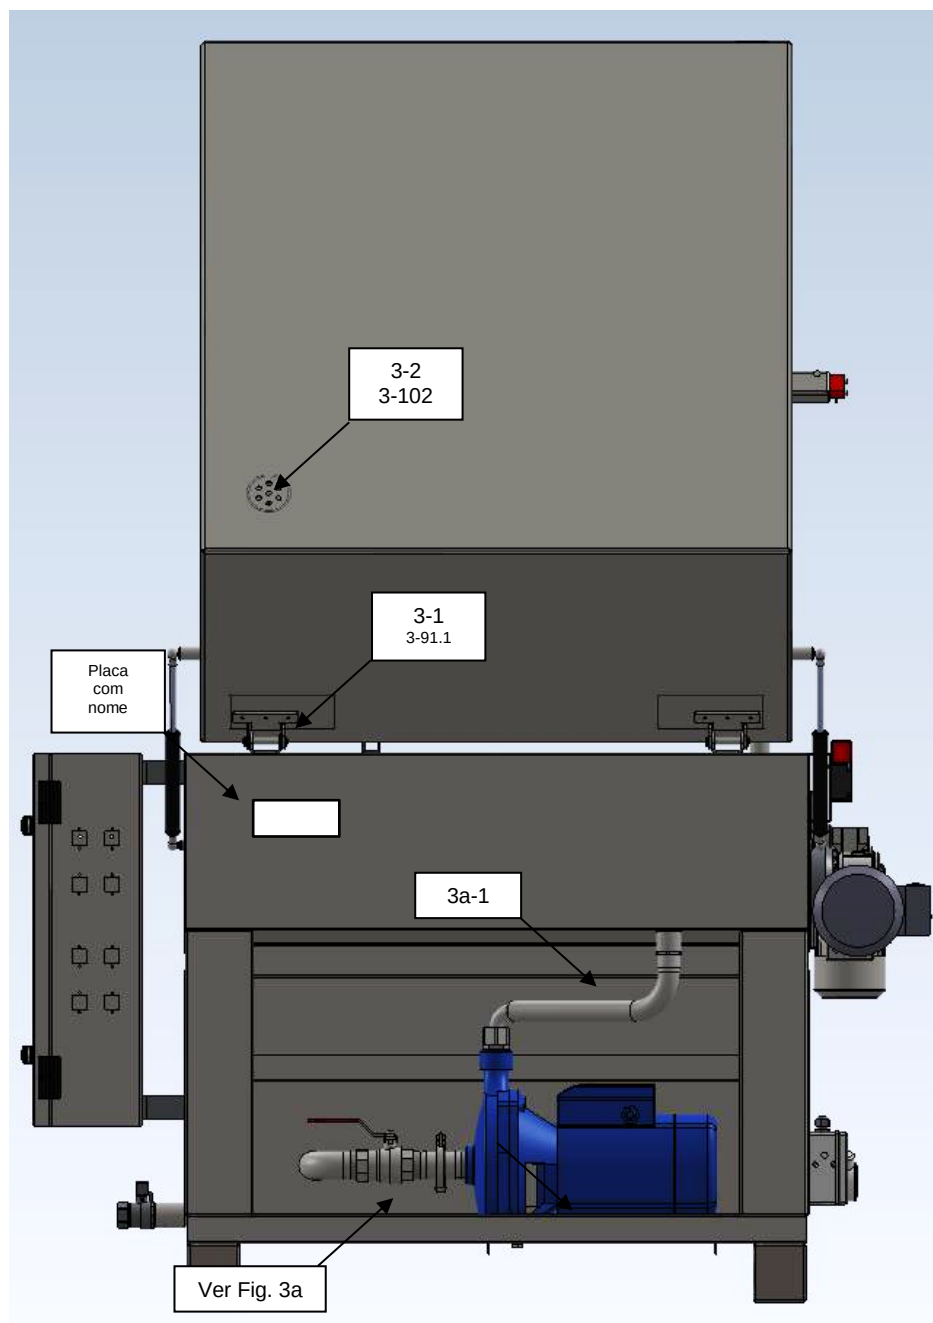

Fig. 3 Vista do lado traseiro
A tampa está suspensa por duas dobradiças, ver Fig. 3 (posição 3-1) permitindo que feche totalmente. Ambas as dobradiças estão presas com anéis de bloqueio para não saírem dos ilhoses (pos. 3-92.1).
O líquido de lavagem flui em dois circuitos, ver na Fig. 3, 3a:
- efetuar um controlo global da completude e da integridade das peças da máquina descritas na secção 2, incluindo a etiqueta de identificação do fabricante, ver Fig. 3;